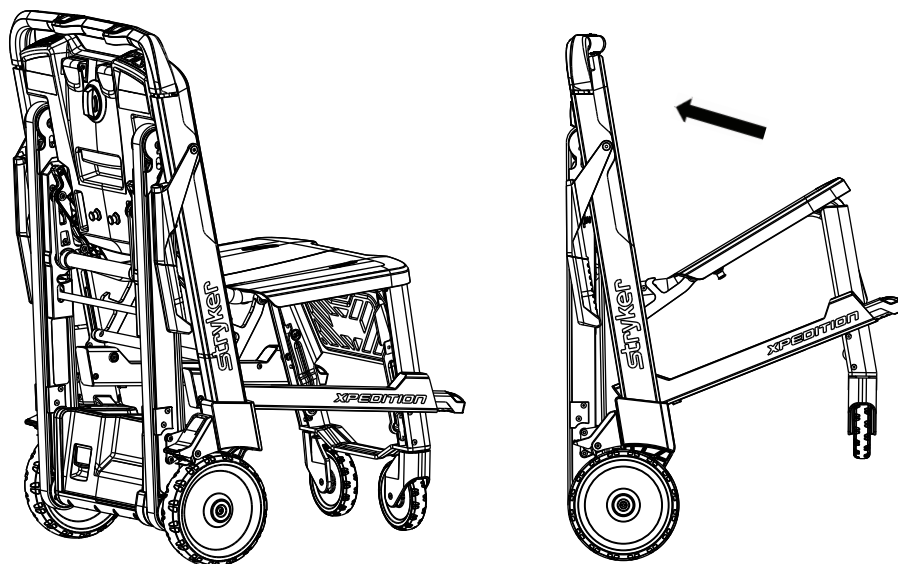

Figure 9 – Pliage de la chaise
3. Replier le siège jusqu'au relève-buste (Figure 9).